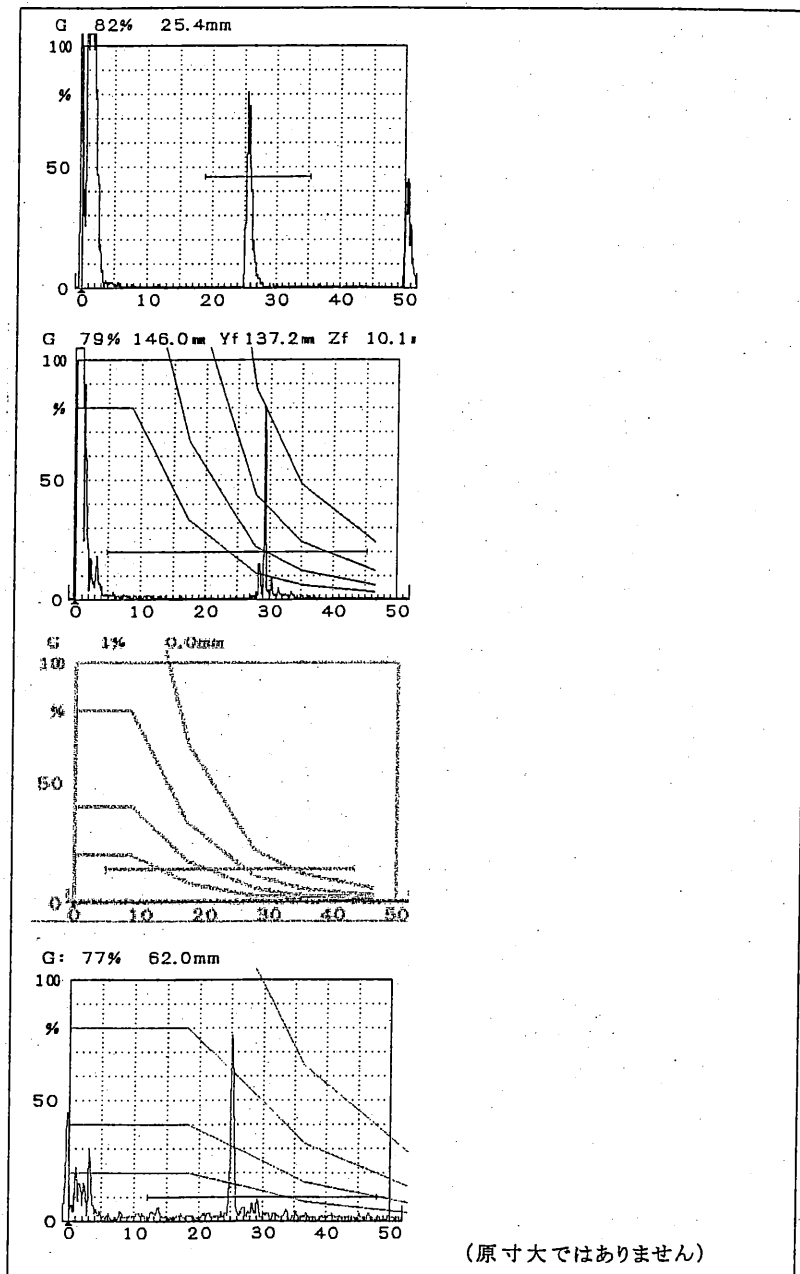

図 6.2.20 印刷様式の例 (実験データ様式)
- (1) 実験様式 : 標準寸法の1/4の寸法で、8個の探傷図形又は周波数分析結果を、図 6.2.20 に示したようにA4サイズの紙に印刷します。